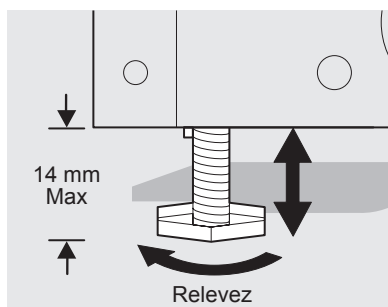

Figure 3
- 3 Utilisez une clé ajustable pour ajuster les vis calantes. Abaissez les vis calantes de chaque côté dans le sens des aiguilles d'une montre jusqu'à ce qu'elles touchent le sol (Figure 3). Ne pas soulever le cabinet plus de 9/16 pouce.